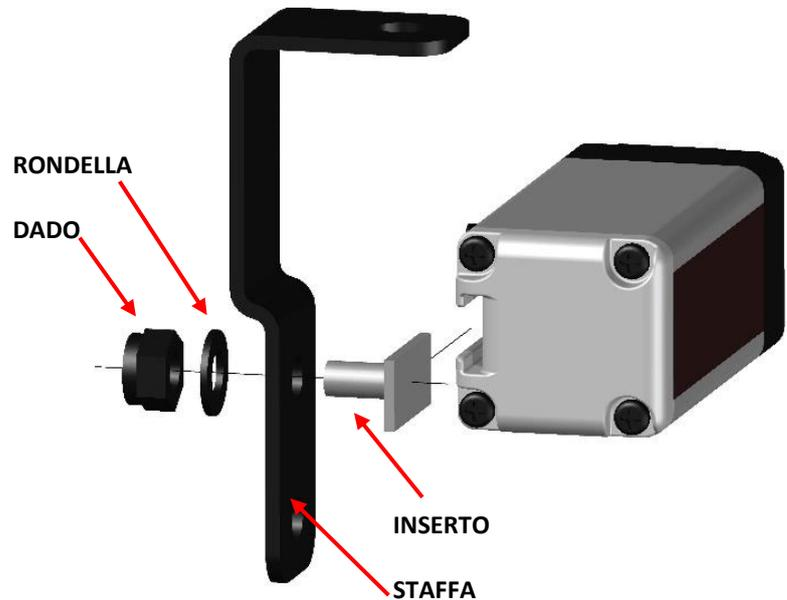

Figura 1
2) Alloggiare l'inserto nella guida posteriore della fotocellula e assemblare la staffa alla fotocellula, seguendo lo schema di Figura 1: